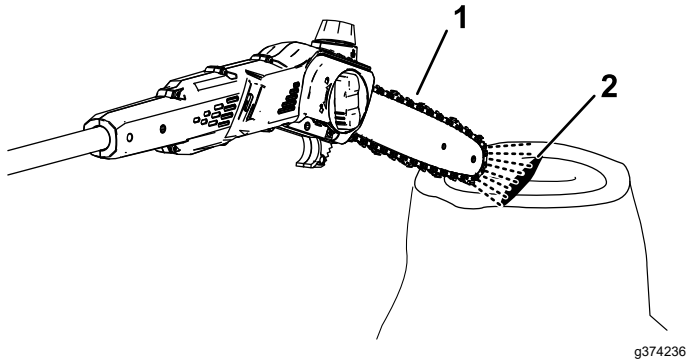

Bild 16
2. Um sicherzustellen, dass Öl zur Sägekette fließt, richten Sie die Nase des Hochentasters einige Zentimeter von einer Oberfläche (z. B. Papier, Pappe, ein Stumpf) weg und lassen Sie den Hochentaster laufen. Sie sollten eine leichte Ölspürspur auf der Oberfläche sehen können (Bild 16).